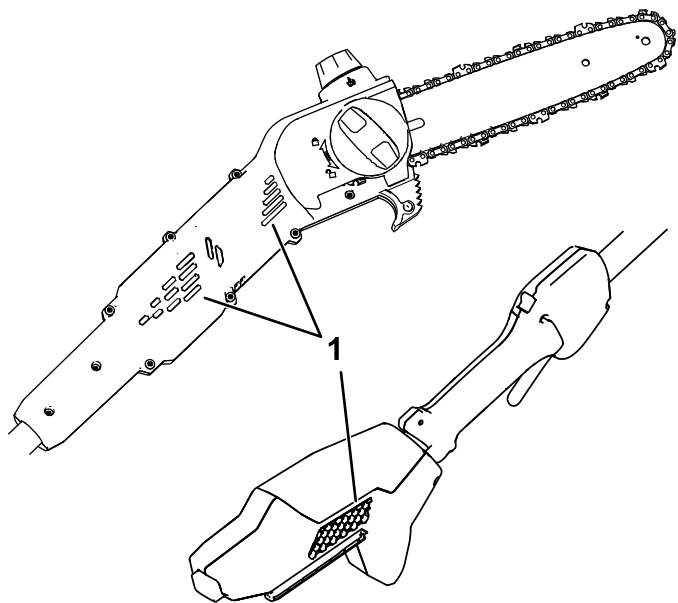

Figura 9
1. Asigurați-vă că în orificiile de aerisire ale fierăstrăului cu bra fix nu există praf și reziduuri (Figura 9).